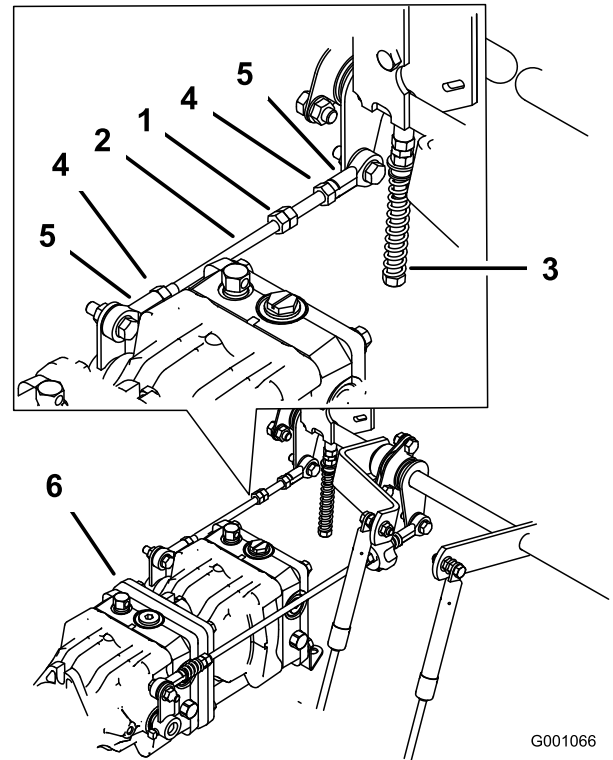

Figure 96
jusqu'à ce que la roue soit immobilisée ou tourne légèrement en arrière (Figure 96).
- Serrez les contre-écrous contre les rotules (Figure 96).
- Desserrez les contre-écrous sur les rotules de la tige de commande de la pompe (Figure 96).